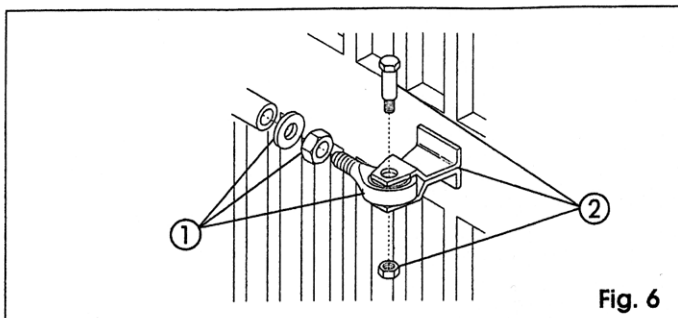

Fig. 6
- 3) Wkręcić do połowy przyłącze tylne na trzpień (odn.1,Rys.6) i dokręcić nakrętką z wyposażenia.
- 7) Zamontować przyłącze przednie na trzpień (odn.2,Rys.6).